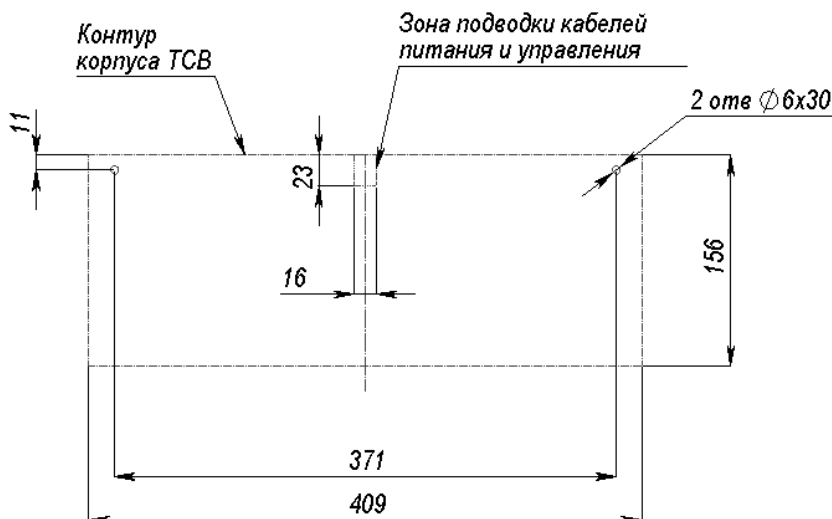

Рисунок 4 — Схема разметки для установки ТСВ
8.4.2 Произведите разметку и разделку отверстий на установочной поверхности для крепления ТСВ и проводки всех кабелей (см. рисунок 4). Установите в отверстия 6х30 пластиковые дюбели и вверните в них шурупы 4,2х25 так, чтобы головка шурупа оступала от стены на 5 мм.